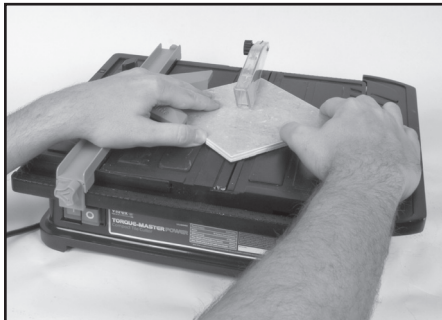

FIGURA 7
2. Cuidadosamente empuje la guía para ángulos y el material hacia el disco de corte (ver FIGURA 7).